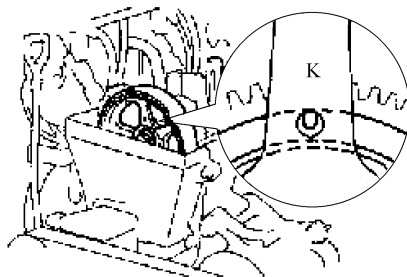

图 1-116 对准正时记号
① 断开发电机接头。
② 断开发电机线路。
③ 断开油压开关接头。
④ 断开空调压缩机开关接头。
⑤ 分离开电线的夹箍。
⑥ 从缸盖上脱开线束。
⑦ 从缸盖上分离开两根通风软管。
⑧ 拆下 4 个螺母、4 个油封垫、缸盖和垫片。
① 转动曲轴带轮, 将槽口对准 1 号正时带盘的正时记号“0”, 见图 1-116。